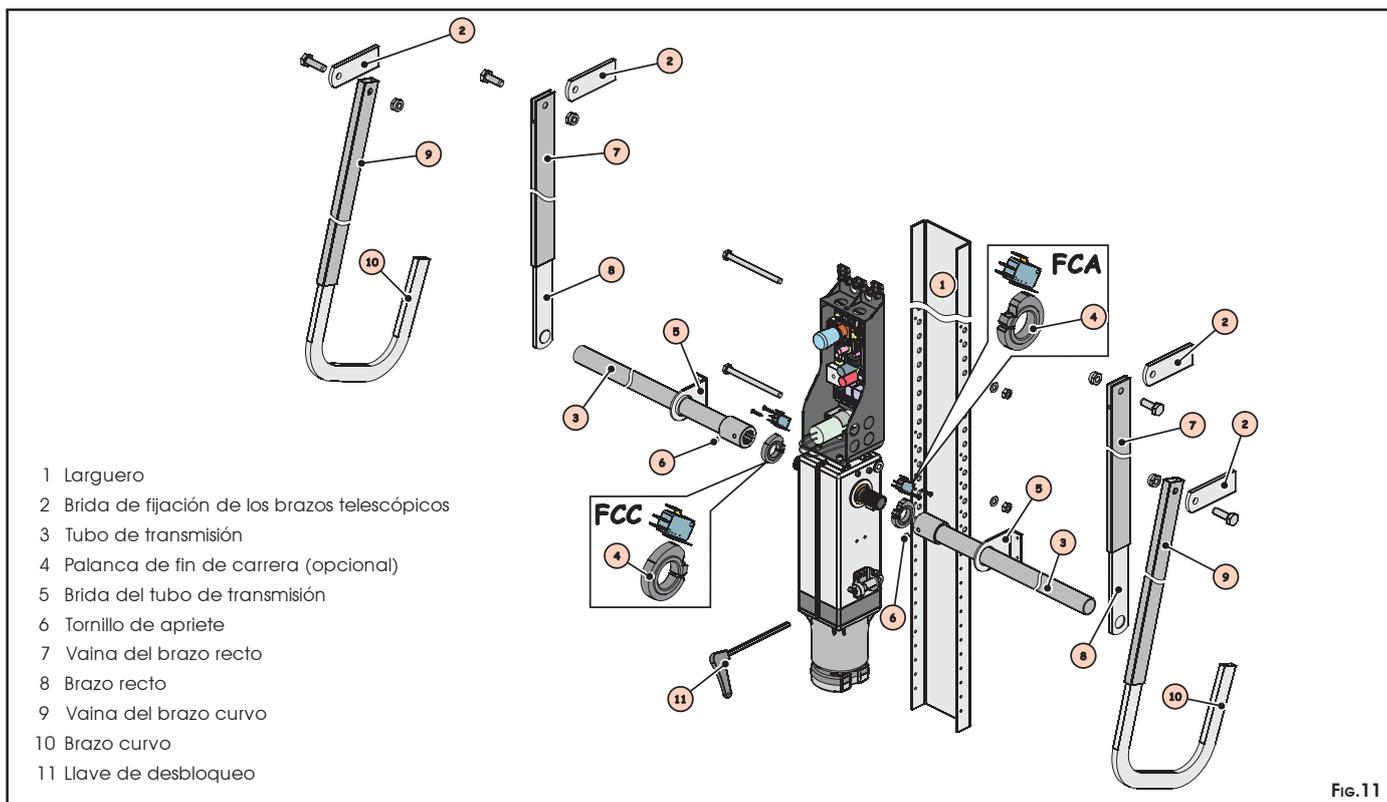

Fig.11
3) Fijar el actuador al larguero utilizando los tornillos que lo acompañan, como puede verse en la fig. 11.
Fijar las vainas de los brazos telescópicos a las bridas mediante los pernos y los tornillos que los acompañan como se ve en la fig. 11.
- Si se utilizan los fines de carrera (opcionales), insertar primero las levas, como se ve en la fig. 11.
Abrir la puerta hasta el punto deseado; regular la leva hasta que se active el micropulsador FCA (Fig. 11). Cerrar la puerta; regular la leva hasta que se active el micropulsador FCC (Fig. 11).